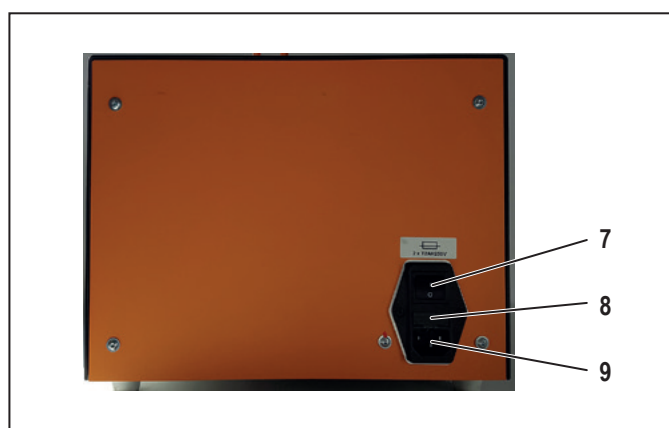

Figura 3.2 Vista posteriore
- ▶ Inserire il cavo di potenza nella presa di alimentazione (figura 3.2, 9) della macchina e collegarlo all'alimentazione elettrica.
- ▶ Accendere la Crimpfix E con l'interruttore di accensione/spengimento (figura 3.2, 7).